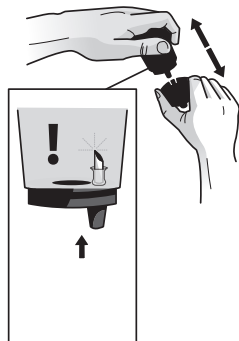

FIGURA 1
2. Limpieza del embudo – El embudo se puede retirar del receptáculo del K-Cup® Pack halando hasta que se libere (figura 1). El embudo se puede lavar en el lavaplatos. Para volver a colocar, simplemente encaje de nuevo en el ensamble del receptáculo del K-Cup® Pack.